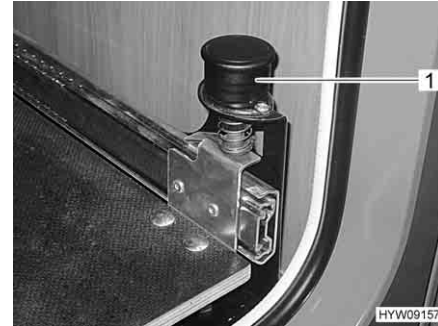

Fig. 74 Pomello con arresto
- Tirare verso l'alto il pomello (Fig. 74,1). La base estraibile del vano portabombole è sbloccata.